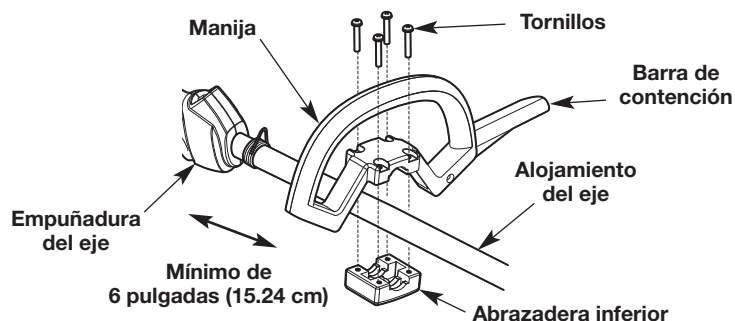

Fig. 3
1. Use un destornillador mediano de cabeza plana o un destornillador T-25 Torx para extraer los cuatro (4) tornillos y la abrazadera inferior de la manija.
4. Inserte los cuatro (4) tornillos a través de la manija y en la abrazadera inferior.
6. Mientras sujeta la unidad en la posición de funcionamiento (Fig. 15), desplace la manija hasta la ubicación que le ofrece el mejor agarre. Ubíquela como mínimo a 6 pulgadas (15.24 cm) del extremo de la empuñadura del eje (Fig. 3).
2. Mientras sujeta la unidad en la posición de funcionamiento (Fig. 15), desplace la manija hasta la ubicación que le ofrece el mejor agarre. Ubíquela como mínimo a 6 pulgadas (15.24 cm) del extremo de la empuñadura del eje (Fig. 3).